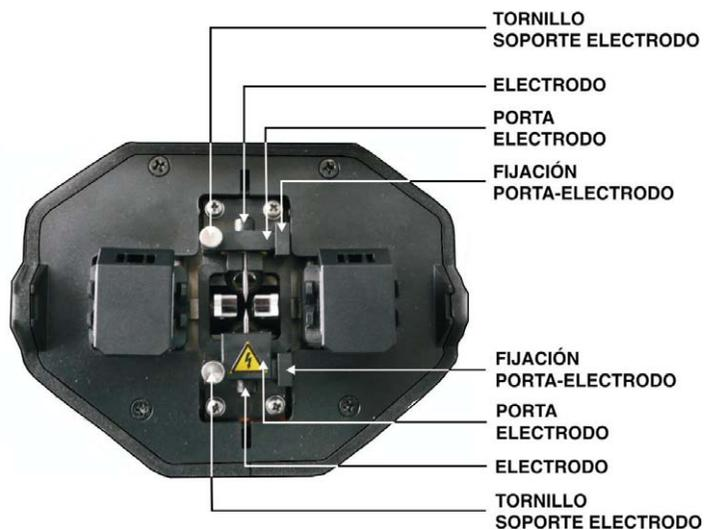

Figura 22.-
2. Abra la tapa. La figura 22.- muestra la distribución de los electrodos.